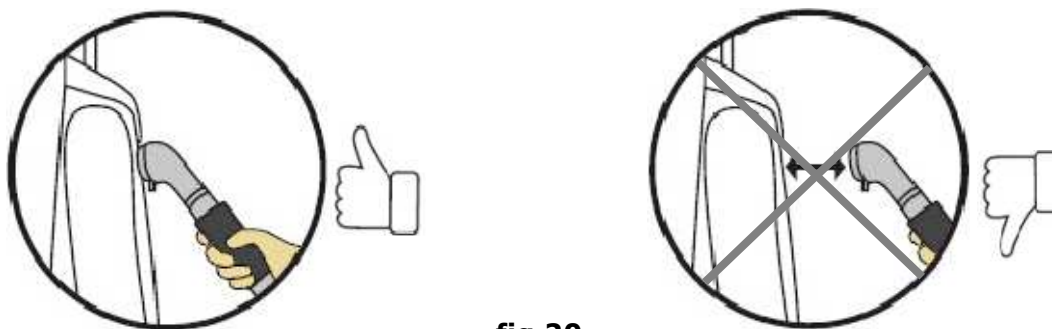

fig.20
- La cabeza de difusión debe estar totalmente en contacto con el tejido para obtener unos buenos resultados de planchado. (fig.20)